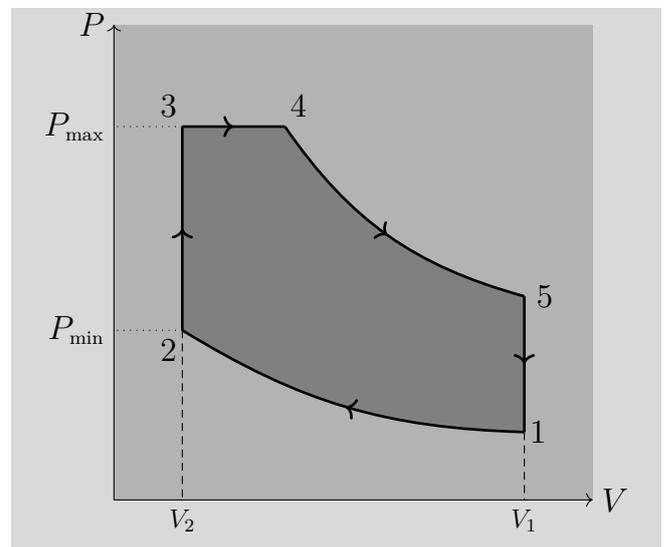

FIGURE 1 : Représentation schématique d'un cycle de Diesel à double combustion
Un moteur à essence fonctionne grâce à la conversion, par cycles répétés, d'énergie chimique libérée par la combustion ou l'explosion d'un mélange d'air et de carburant, en travail moteur. Dans un moteur Diesel à double combustion, le cycle décrit par l'air dans un diagramme  $(P, V)$  est celui représenté sur la figure 1, abstraction faite des phases d'admission de l'air et d'échappement des gaz brûlés.
4. Le cycle de la figure 1 est-il moteur ou récepteur ? Justifier. Préciser au cours de quelles transformations l'air fournit effectivement du travail (*positif*) au milieu extérieur.